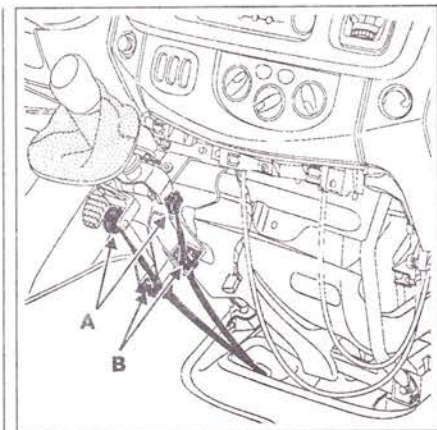

Рис. 5.95. Отсоедините шаровые наконечники **A** тросов выбора и переключения передач, кронштейны **B** тросов выбора и переключения передач.
2. Отсоедините шаровые наконечники **A** тросов выбора и переключения передач, кронштейны **B** тросов выбора и переключения передач (рис. 5.95).